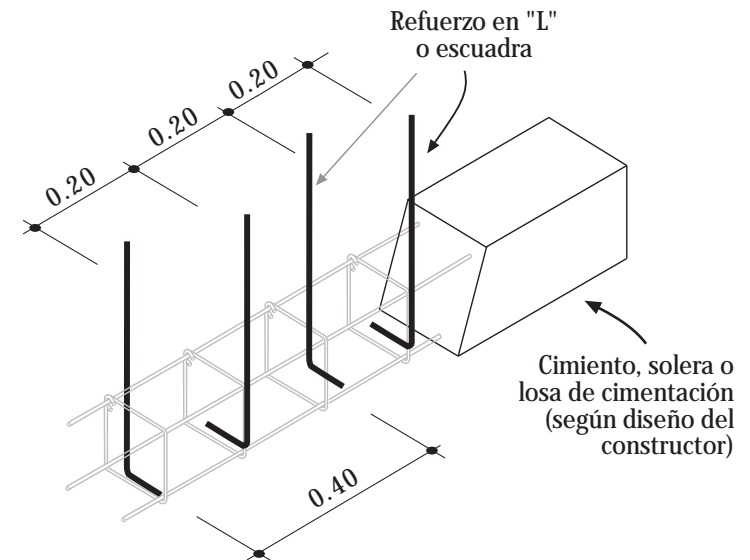

Figura No. 2
1.2 Para utilizar escuadras o refuerzos en "L" cortados en obra, deberán colocarse a cada 20cm de forma alterna, como se indica en la figura No. 2.